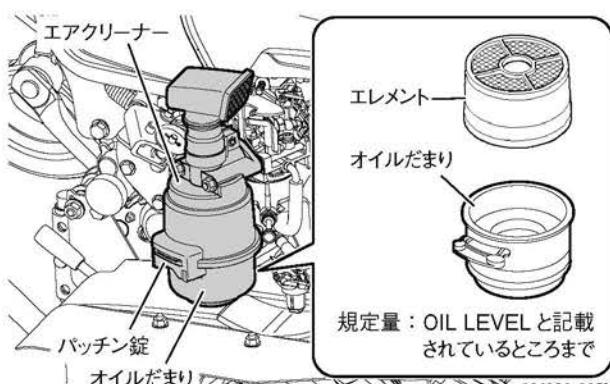

図 4-21 エアクリーナー
- オイルだまりを固定している、パッキン錠を解除して、オイルだまりを外します。(図 4-21)
- エレメントの上下方向を間違えないようにエアクリーナーへ入れ、オイルだまりを元通りに取り付けます。(図 4-21)